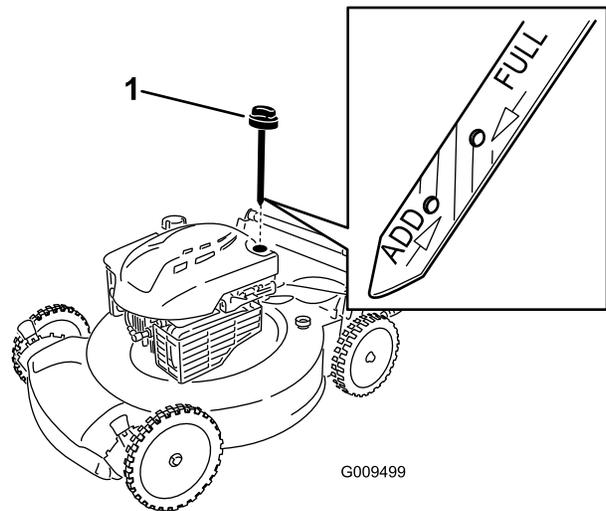

Рисунок 4
2. Выньте щуп, повернув крышку против часовой стрелки и вытянув ее (Рисунок 4).
Примечание: В случае падения уровня масла ниже минимального (отметка «Долить» на масляном щупе), **медленно** залейте небольшое количество масла в заливную горловину маслобака, подождите 3 минуты и повторите операции 3 до 5 повышения уровня масла до максимального (отметка **Полный** на масляном щупе) (Рисунок 4).